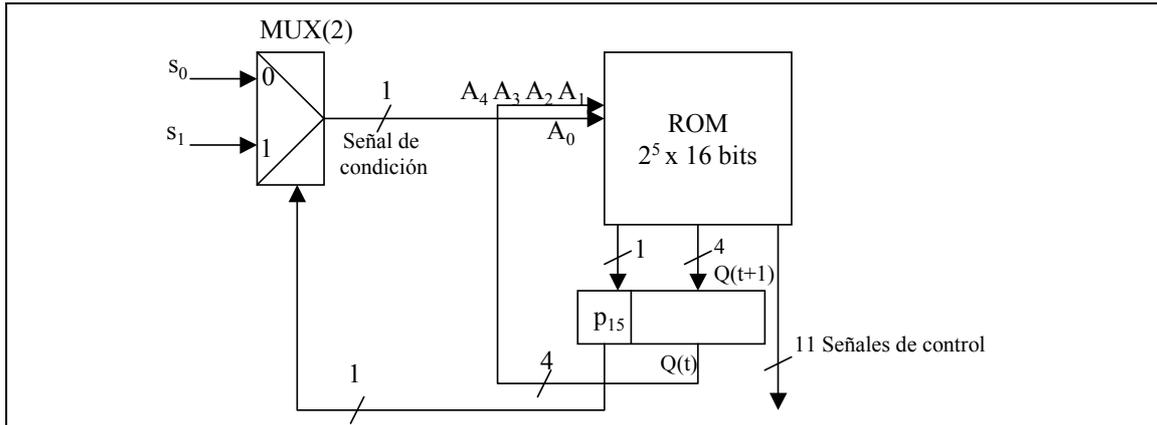

Figura 7 : Diseño de la Unidad de Control con una memoria ROM, un registro y un multiplexor de selección por campo
- En la Tabla 4 se muestra el contenido de la memoria ROM y en la Figura 7 el esquema de la Unidad de Control